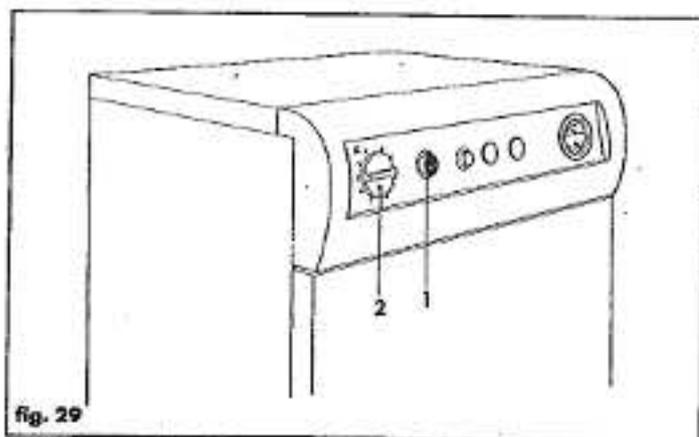

fig. 29
Premere l'interruttore a pulsante (1 - fig. 29) portandolo così in posizione I (on), la spia verde incorporata nel pulsante si accenderà indicando l'avvenuta operazione.
Posizionare il termostato di regolazione caldaia (2 - fig. 29) al valore massimo.
Regolare il termostato di caldaia (2 - fig. 29) alla temperatura desiderata, a questo punto la caldaia è pronta per funzionare automaticamente.
Per spegnere temporaneamente la caldaia, è sufficiente premere l'interruttore a pulsante (1 - fig. 29) portandolo così in posizione 0 (off).
Premere l'interruttore a pulsante (1 - fig. 29) portandolo in posizione 0 (off).
- 3) premere l'interruttore a pulsante (1 - fig. 29) portandolo in posizione I (on);
- 4) ruotare il termostato regolazione caldaia (2 - fig. 29) al massimo.